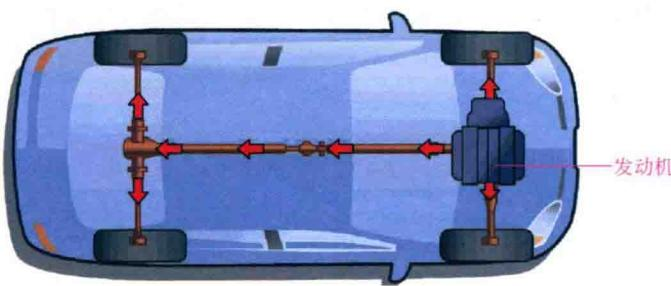

图 1.1-11 四轮驱动
(5) 四轮驱动 四轮驱动是指汽车前后轮都有动力，如图 1.1-11 所示。